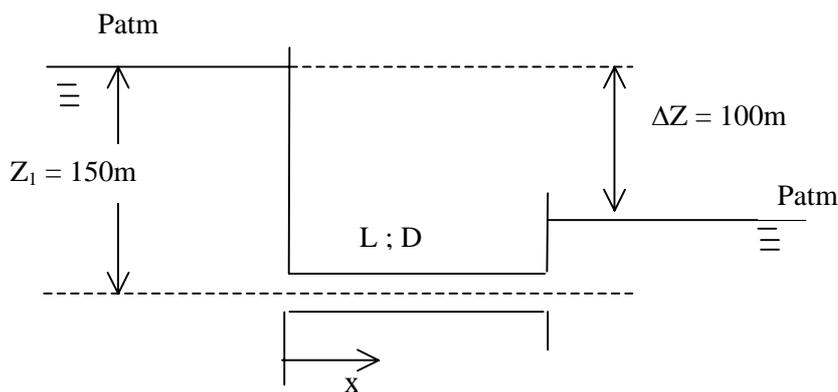

Figure 1 : circuit I
a) circuit I : La figure 1 ci-dessous illustre un circuit hydraulique gravitaire pour le transport de l'eau. En sachant que le diamètre de la conduite est de 500 mm, sa rugosité est de 0.003 m et sa longueur de 600 m, calculer les débits massique et volumique qui passent dans l'installation lors d'un régime d'écoulement stationnaire ($v_{\text{eau}}=10^{-6}\text{m}^2/\text{s}$). Evaluer la résistance hydraulique « R » du circuit.